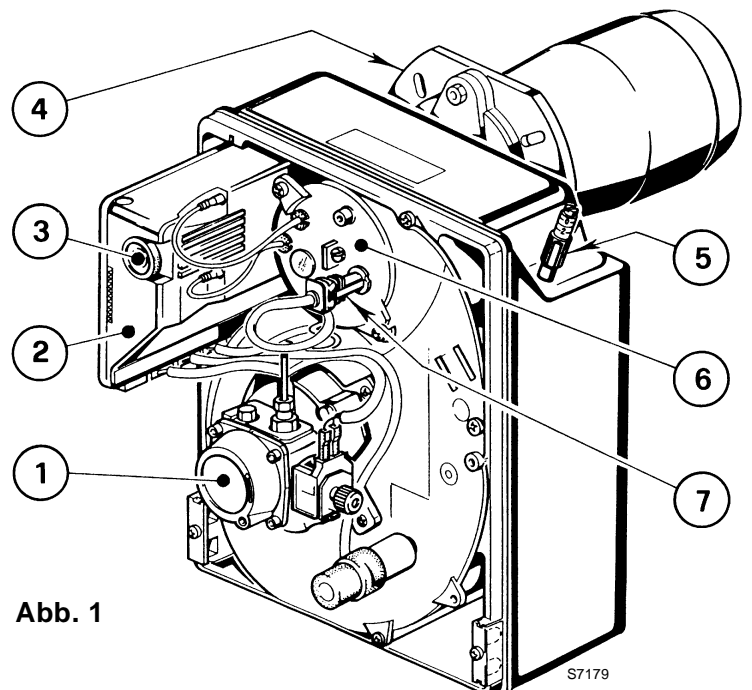

Abb. 1
C Segnalato dalla spia sull'apparecchiatura di comando e controllo (3, fig. 1, pag. 1).
- Effettuare la pulizia della fotoresistenza (7, fig. 1, pag. 1).
Si elencano alcune cause e i possibili rimedi a una serie di anomalie che potrebbero verificarsi e portare ad un mancato o non regolare funzionamento del bruciatore. Un'anomalia, nel funzionamento nella maggior parte dei casi, porta alla accensione della segnalazione all'interno del pulsante di sblocco dell'apparecchiatura di comando e controllo (3, fig. 1, pag. 1).